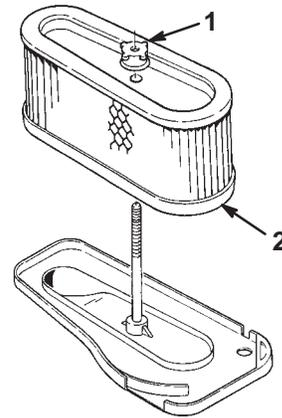

Figure 23
5. Dévissez l'écrou en caoutchouc et retirez l'élément en papier (Fig. 23).
2. Enfilez le filtre complet sur la longue tige. Vissez ensuite l'écrou en caoutchouc à la main, en appui contre le filtre à air (Fig. 23).